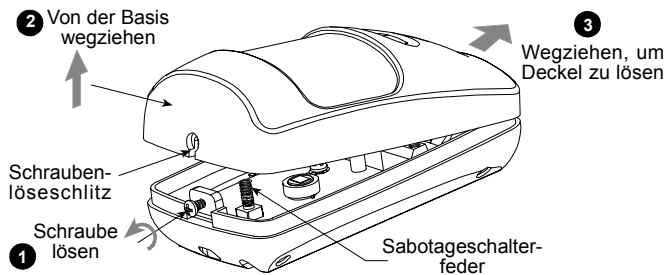

Abb. 3. Entfernen des Gehäusedeckels
A. Gehäusedeckel wie in Abb. 3 gezeigt entfernen.